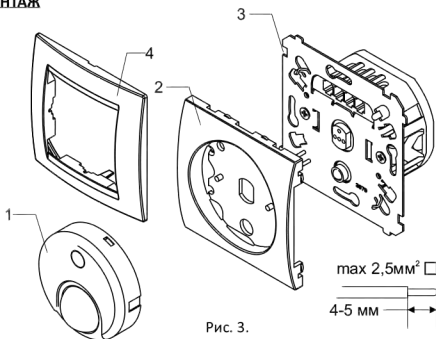

Рис. 3.
Снимите управляющий модуль (1) с блока датчика (3). Подключите устройство (3) согласно схемам, приведенным выше (рис. 4-5). Вставьте датчик в монтажную коробку, закрепите его там и далее собирайте в обратном порядке (рис. 3).